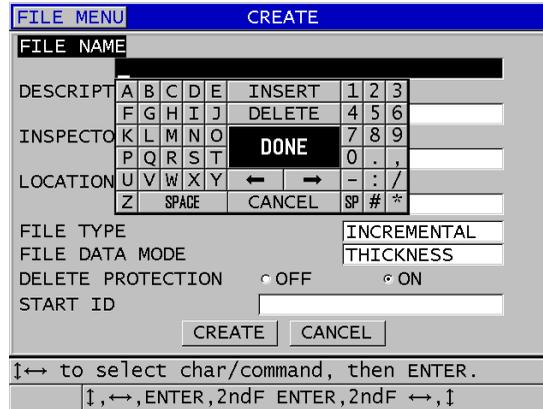

Abbildung 11-4 Fenster **ERSTELLEN** für Zählreihen
2. Verfahren Sie im Fenster **ERSTELLEN** wie folgt (siehe Abbildung 11-4 auf Seite 191):